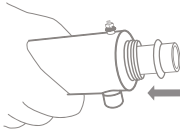

Рис. 9
7. Установите кварцевую трубку в камеру реактора (рис. 9).